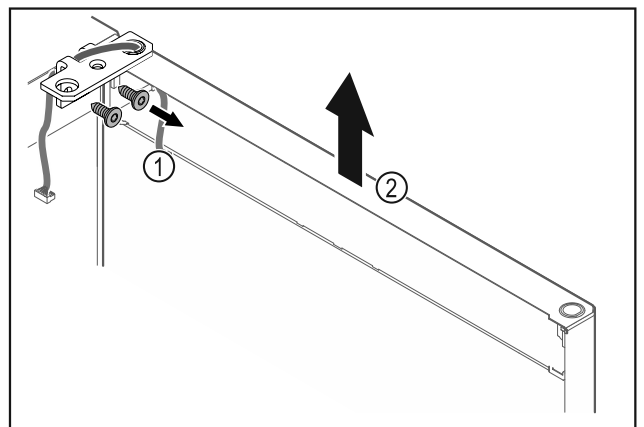

Fig. 25
- ▶ Skru av hengselvinkelen Fig. 25 (1).
- ▶ Løft døren og hengselvinkelen Fig. 25 (2) ca. 200 mm rett opp, og ta den av.